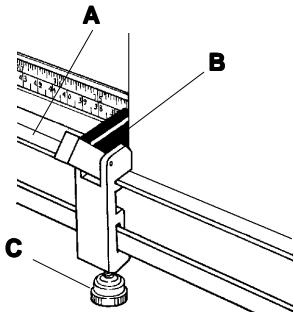

Figure 21
3. Set the board to be cut on the **LEFT SQUARING EDGE BAR (A)** and slide it to the right so the left edge of the board aligns with the desired cutting dimension. **Figure 21.** The **MEASURING STOP** is useful when more than one piece is to be cut to the same size. Set the **BLACK STOP LEVER** to the desired dimension (**B**) and lock the **MEASURING STOP** in place with the **LOCKING KNOB (C)**. Slide the board to the left against the **BLACK STOP LEVER**, and apply the **CLAMP** to hold the mount board in place and prevent buckling.
3. Legen Sie das zu schneidende Material auf die **linke Winkelleiste (A)**. Bringen Sie die linke Kante des Materials auf die gewünschte Abmessung. **Abbildung 21.** Sollen mehrere Teile mit den gleichen Abmessungen geschnitten werden, kann die Verwendung des **Maßstoppers** die Arbeit wesentlich erleichtern. Bringen Sie den **schwarzen Stophebel** auf die gewünschte Abmessung (**B**) und sperren Sie den **MAßSTOPPER** mit dem **Sperrknauf (C)**. Schieben Sie das Material nach Links gegen den **schwarzen Stophebel** und betätigen Sie die **Klemmvorrichtung**, um für ein rutschfreies, wellenfreies Schneiden zu sorgen.
3. Placez le panneau devant être coupé sur la **BARRE DE BORD D'EQUARRISSAGE GAUCHE (A)** et faites-le glisser du côté droit de manière à ce que le rebord gauche du panneau s'aligne contre la dimension de coupe désirée. **Figure 21.** Le **TAQUET DE MESURE** est utile lorsque que l'on doit couper plus d'une pièce aux mêmes dimensions. Réglez le **LEVIER DE TAQUET NOIR** à la dimension désirée **(B)** et verrouillez le **TAQUET DE MESURE** en position avec le **BOUTON DE VERROUILLAGE (C)**. Faites glisser le panneau vers la gauche contre le **LEVIER DE TAQUET NOIR** et placez la **BRIDE DE SERRAGE** pour maintenir le panneau de montage en position et empêcher qu'il ne se gondole.